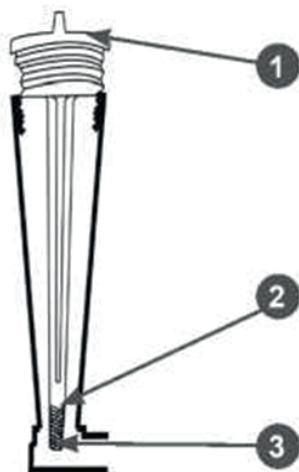

Рис. 16. Уровень масла в картере двигателя
4. Подождите примерно 1 минуту, после чего установите крышку-щуп в отверстие горловины, не закручивая её (Рис. 16).
4. Аккуратно извлеките щуп и осмотрите его. Уровень масла должен соответствовать верхней отметке на щупе (Рис. 16).
- При недостаточном уровне масла в картере необходимо долить чистое масло до верхней отметки на щупе (Рис. 16).